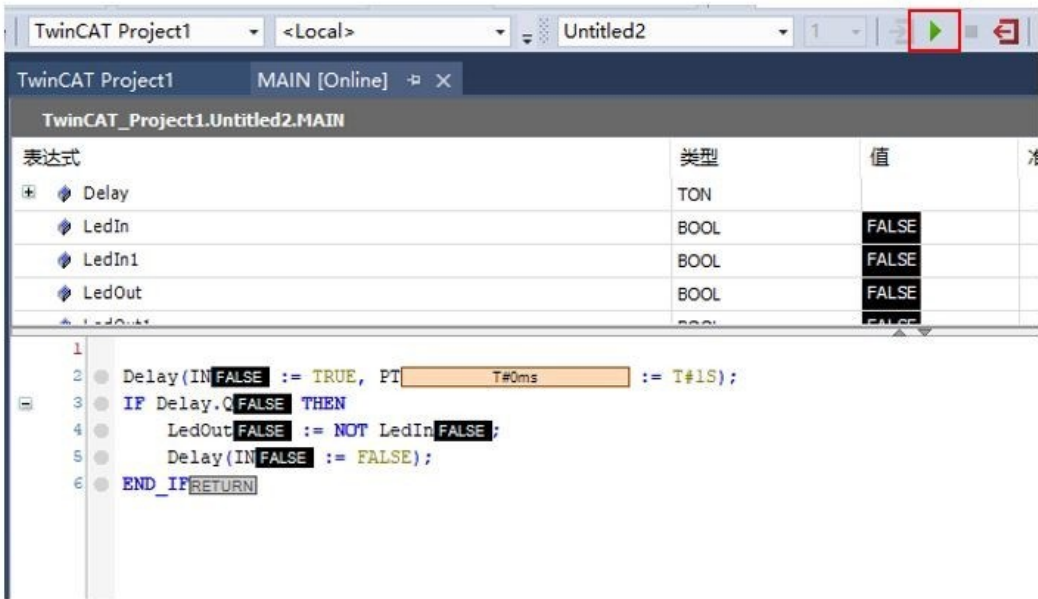

图45. 运行配置
7. 单击**Run PLC**按钮，如图45所示。现在，PLC工程开始运行，MIMXRT1180-EVK开发板上的用户LED指示灯每秒闪烁一次。